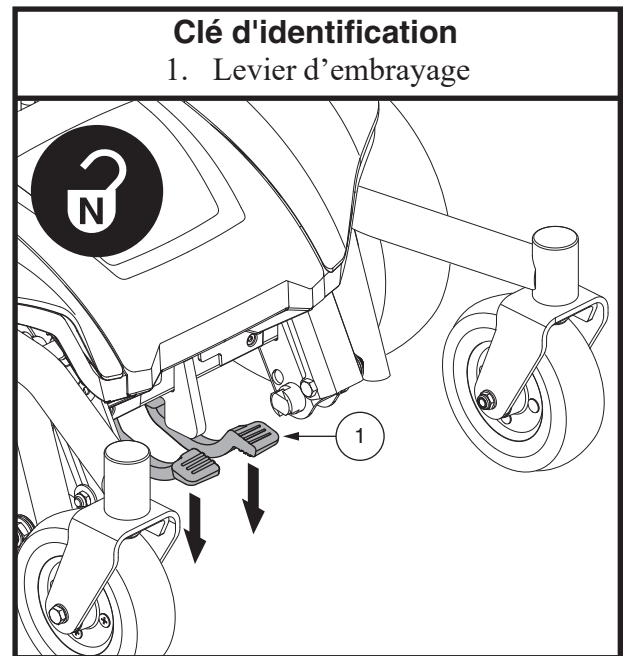

Figure 6. Mode «roues libres» (débrayé)
3. Poussez les deux leviers vers le bas pour débrayer les moteurs. **Voir la figure 6.**